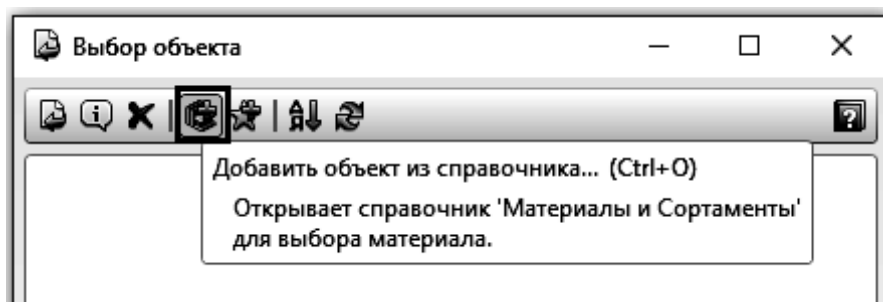

Рис. 4.2. Диалоговое окно «**Выбор объекта**»
3. В окне **Выбор объекта** нажать кнопку **Добавить объект из справочника** (рис. 4.2). На экране откроется окно **Библиотека Материалы и Сортаменты**.